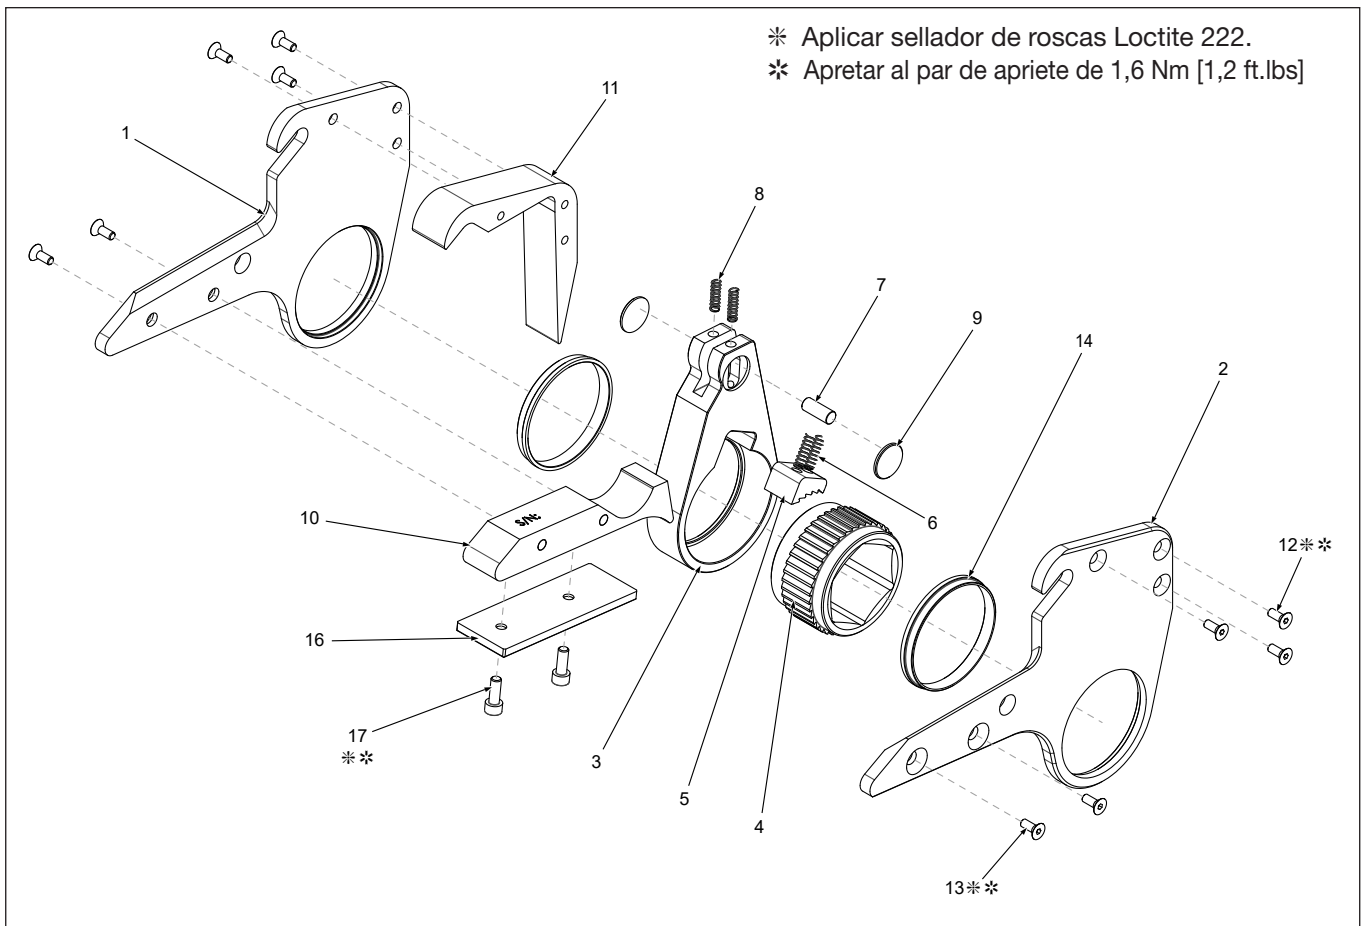

Figura 20: Despiece del cassette HMT HLP
- Con el cassette HLP colocado sobre su lado, retire los tres tornillos separadores delanteros (12) y los dos tornillos del bloque de reacción (13) seguido de una de las placas laterales del cassette HLP (1 o 2).
- Retire el casquillo de trinquete (14). El conjunto de la placa impulsora está ahora suelta para extraerse del cassette. Retire con cuidado los dos muelles de compresión (8) de la placa impulsora y déjelos a un lado.
- Retire el trinquete (4), el gatillo (5) y los muelles del gatillo (6).
- Desconecte los dos retenedores del pasador impulsor (9) y deslice el pasador impulsor (7) de la placa impulsora (3).
- En la placa remanente, retire los tres tornillos separadores delanteros (12) y los dos tornillos del bloque de reacción (13). Retire el espaciador delantero (11) y el bloque de reacción (10) de la placa lateral del cassette HLP que quede (1 o 2).
- Desmonte el bloque de reacción quitando los ocho tornillos Allen (17) y retire la placa de desgaste (16) del espaciador del bloque de reacción (10).
- Seque todos los componentes. Aplique una capa fina de grasa de bisulfuro de molibdeno tal como se indica en la Figura 20.